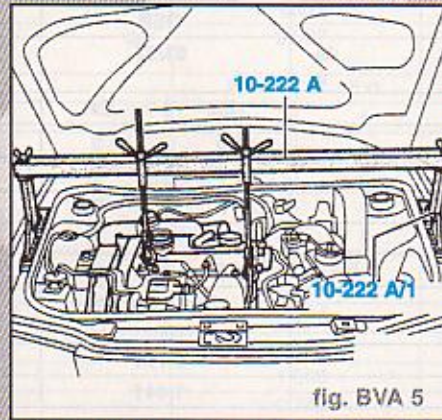

fig. BVA 5
- Mettre en place le dispositif de maintien 10-222A avec les supports 10-220A/1 et réceptionner le moteur/BV dans cette position (fig. BVA 5).
- Incliner avec précaution l'ensemble moteur/boîte de vitesses. A cet effet, abaisser la broche gauche du dispositif de maintien 10-222A d'environ 60 mm (fig. BVA 5).